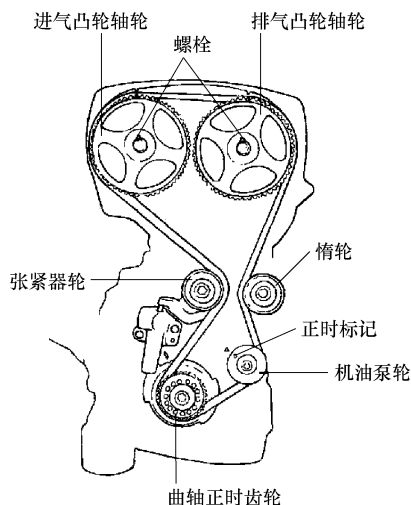

图 31-69 正时带安装顺序
14) 对齐正时标记, 将正时带按照机油泵轮-惰轮-排气凸轮轴轮-进气凸轮轴轮-张紧器轮的顺序 (图 31-69) 安装好。